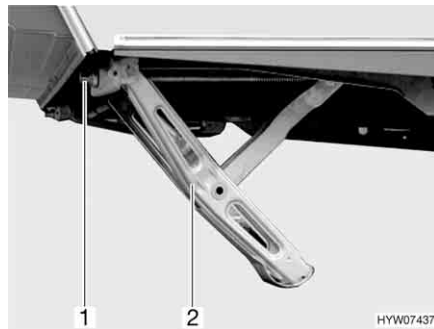

Fig. 23 Piedino di stazionamento a manovella abbassato
- Inserire la manovella in dotazione di serie nell'esagonale (Fig. 23,1 o Fig. 24,1) del piedino di stazionamento a manovella (Fig. 23,2 o Fig. 24,2).